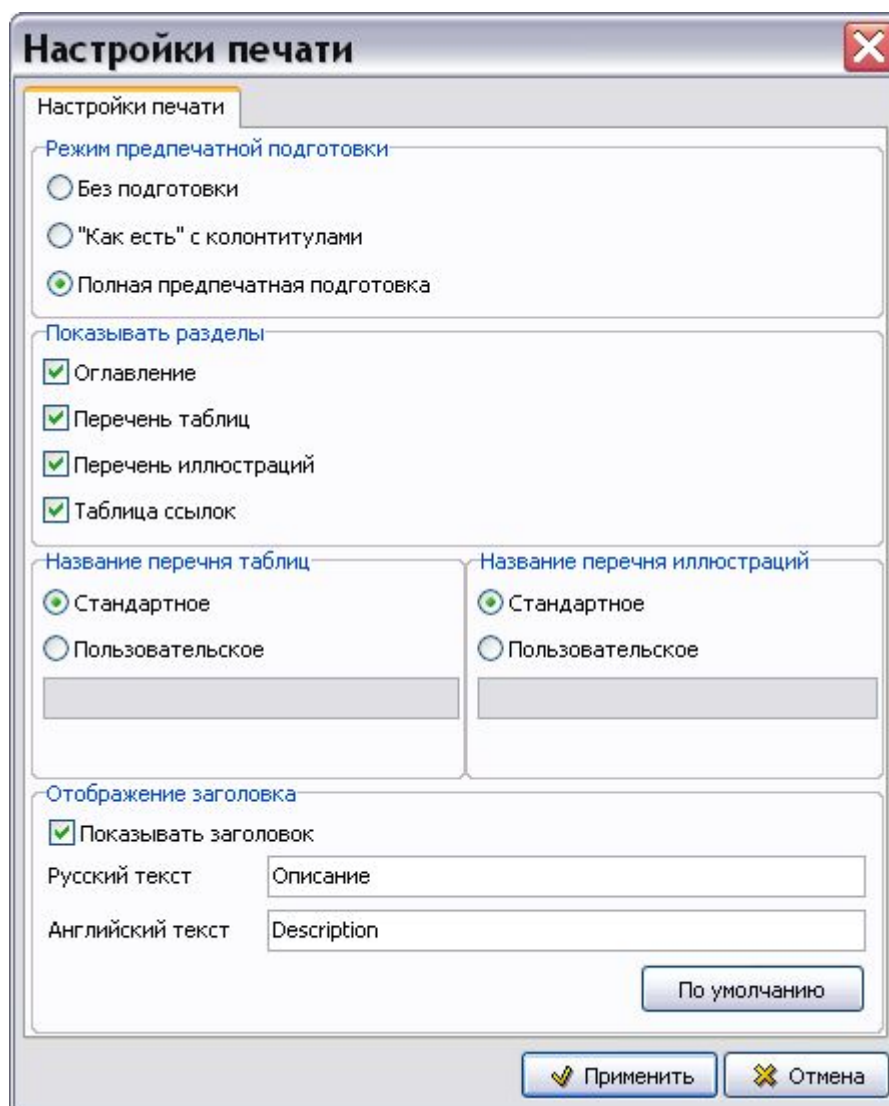

Рис. 3.240
2. Выберите команду **Настройки печати...**. После этого откроется окно **Настройки печати** (Рис. 3.240).